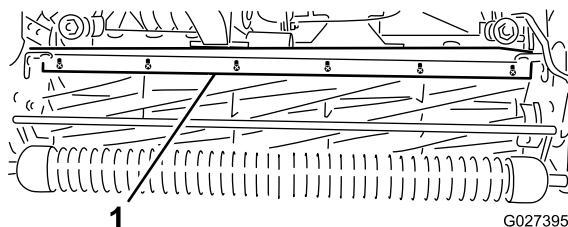

Bild 53
1. Lockern Sie die Schrauben, mit denen die obere Leiste an der Schneideinheit befestigt ist (Bild 53).